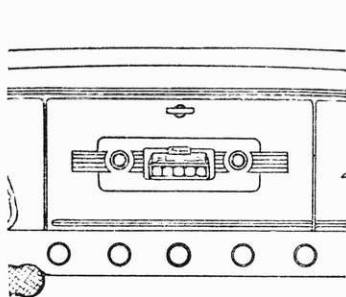

FIG. 1
I. - INSTALLATION DU BOITIER H.F. (Fig. 1 et 2)